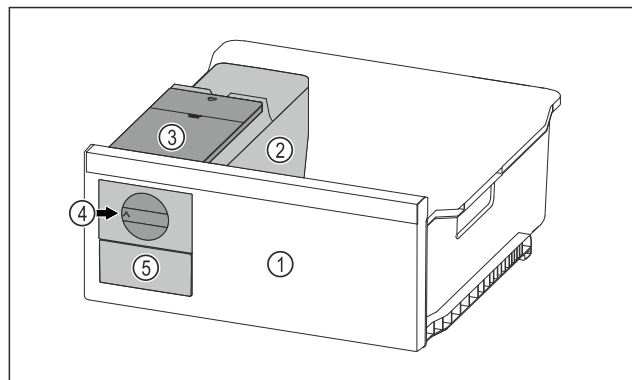

Fig. 70 Beispielfhafte Darstellung
- Drehknopf Fig. 70 (4) im Uhrzeigersinn bis zum Anschlag drehen.
- Eiskubel fallen aus der Eiskubel-schale in das Eiskubel-schubfach Fig. 70 (5).